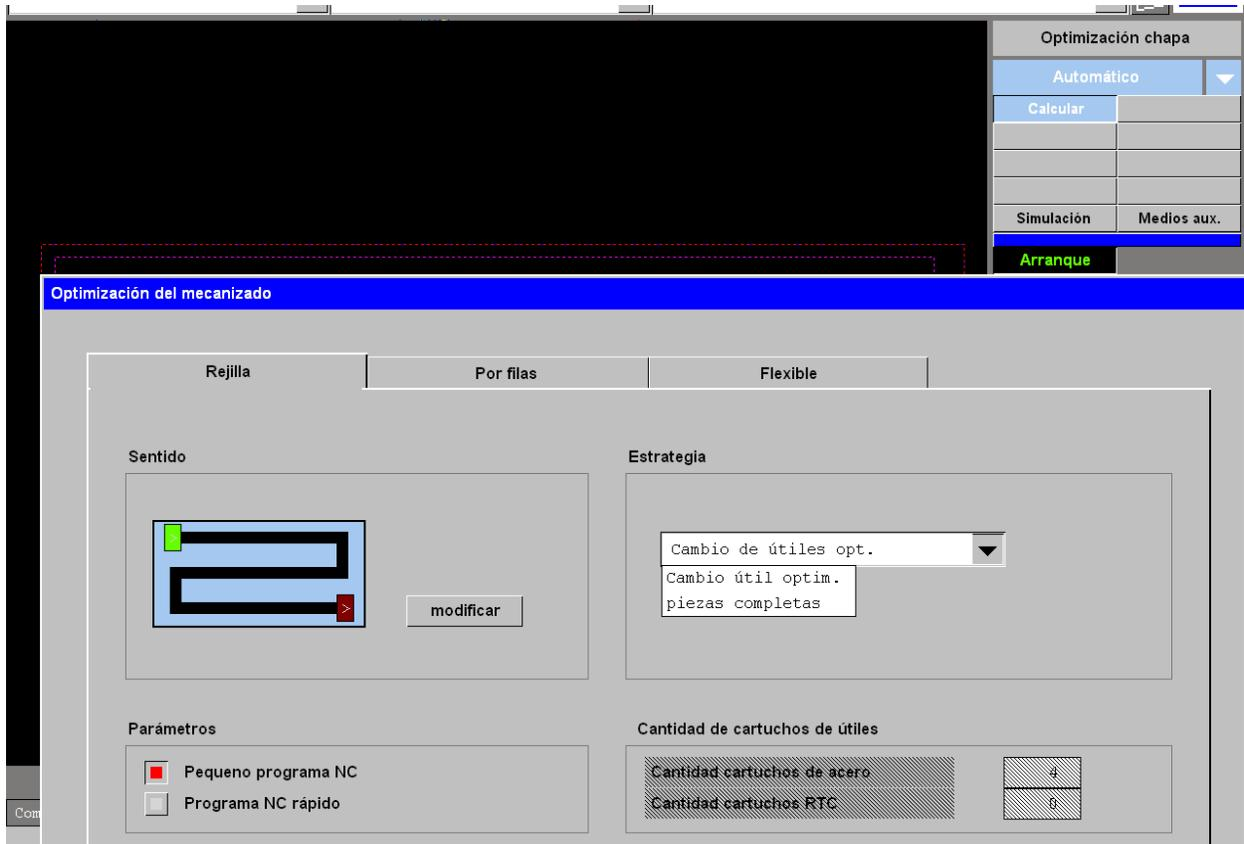

Figura 38: optimización.
Una vez solventados todos los errores en el apartado mecanizado, y estamos dentro del apartado de optimización nos aparece por defecto la pantalla de optimización automática, donde después de presionar nos aparece la siguiente pantalla incluida en la figura 38:
**4.5.3.5.1. Calcular:** Una vez dentro de la optimización manual, presionamos el botón calcular y se despliega la pantalla igual a la de la figura 38. En esta pantalla podemos elegir tres formas de optimizar automáticamente: